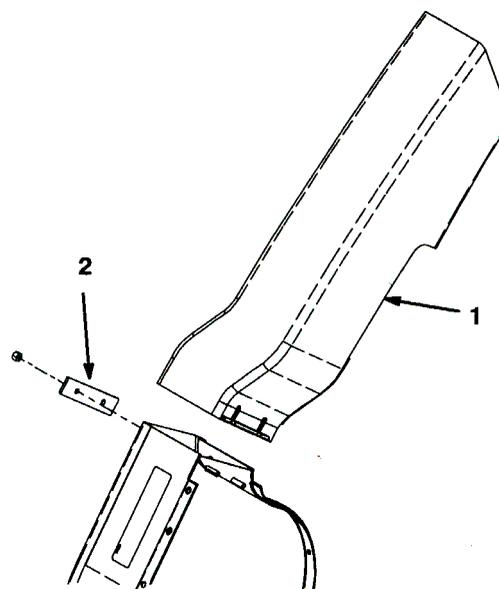

図19
2. プロアの開口部にある取り付け用スタッドに合わせて、シュート・アセンブリを取り付ける (図19)。
3. ホッパーのフードを下ろし、シュートをフードの鼻に合わせる。ロックナット (5/16 in.) 4個とシュート・ブラケット2個で、シュートをプロアに固定する (Fig. 19)。